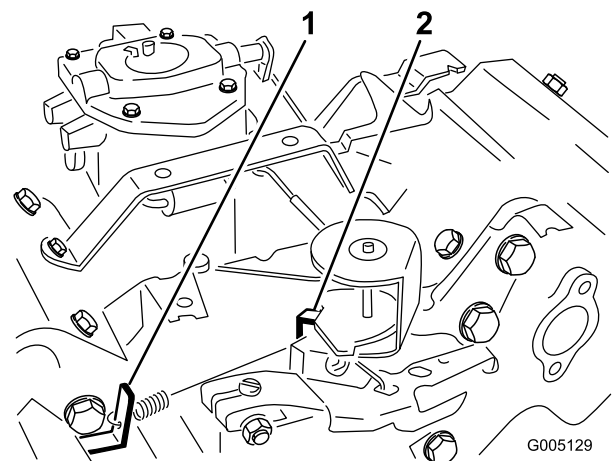

Figura 49
3. Dobre o batente da mola de velocidade intermédia (Figura 49) até obter uma velocidade de 1650 ± 100 rpm. Verifique a velocidade com um tacómetro.
4. Ajuste o parafuso do batente intermédio no sentido dos ponteiros do relógio até a velocidade intermédia atingir 25 a 50 rpm da velocidade intermédia definida no passo (3).
5. Desloque a alavanca do acelerador para a posição Rápido. Dobre o batente da mola de velocidade elevada (Figura 49) até obter uma velocidade de 2850 ± 50 rpm.